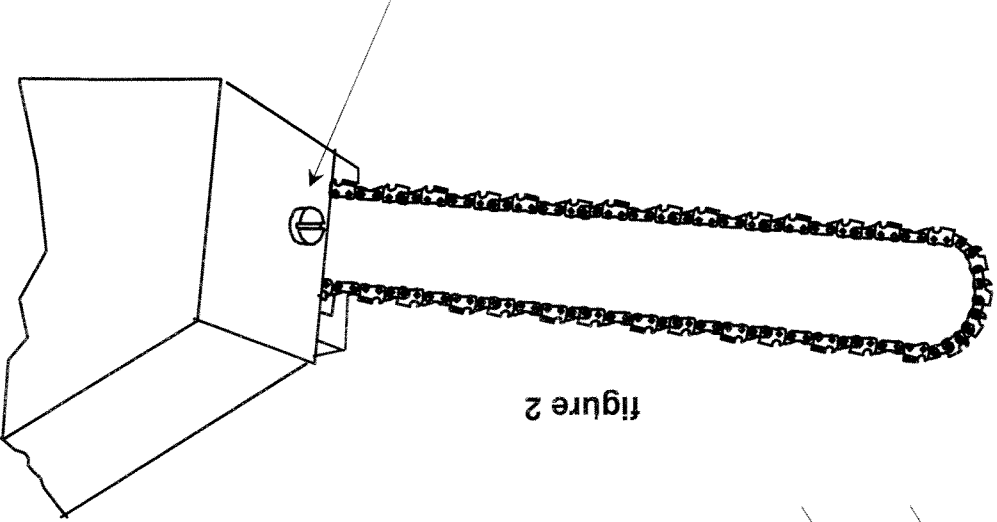

figure 2
Voir Figure 2.
- **régler** la tension de la chaîne à l'aide d'un tournevis en vissant ou dévissant la petite vis (figure 2)